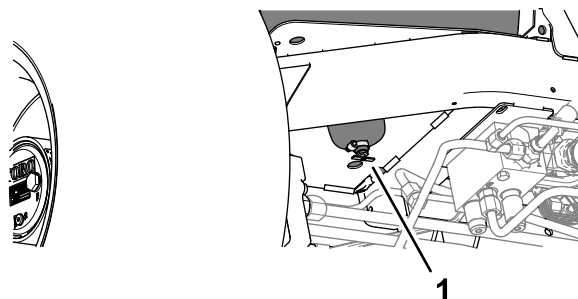

Figure 83
2. Placez un bac de vidange sous la vanne de vidange au fond u réservoir de carburant (Figure 83).